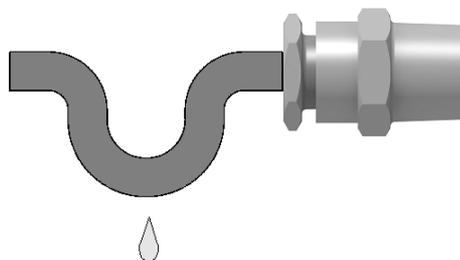

Рисунок 2.8 – Расположение кабельных вводов
- Непосредственно перед кабельным вводом кабель должен иметь U-образную петлю для исключения попадания жидкости внутрь при стекании ее по кабелю (рисунок 2.8).